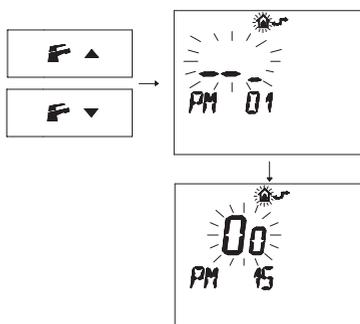

Figura 5.27
- Premere i pulsanti  o  per visualizzare la programmazione "PM15" abilitazione della sonda esterna (Figura 5.27).